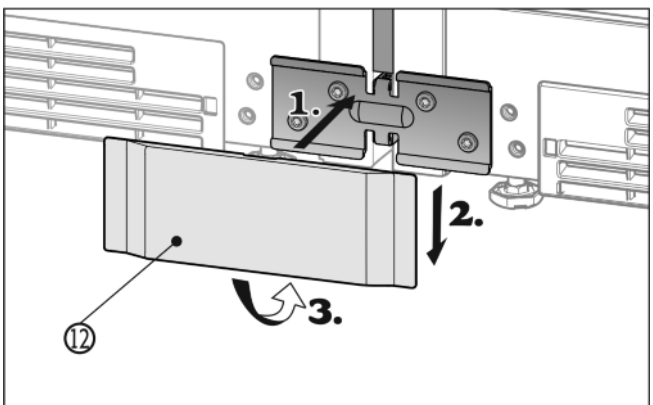

Fig. 16
- ▶ Dolną pokrywę Fig. 16 (12) założyć od przodu na kątownik (1), dosunąć do dołu (2) i zazębnić od dołu (3).